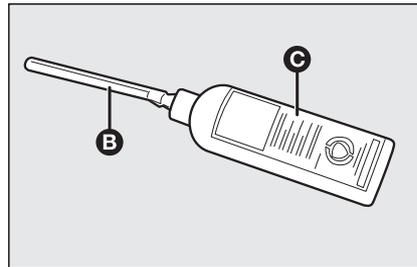

fig. 14
- avvitare il tubo flessibile di riempimento **B-fig. 14** al beccuccio e successivamente avvitarlo alla bottiglia **C**;